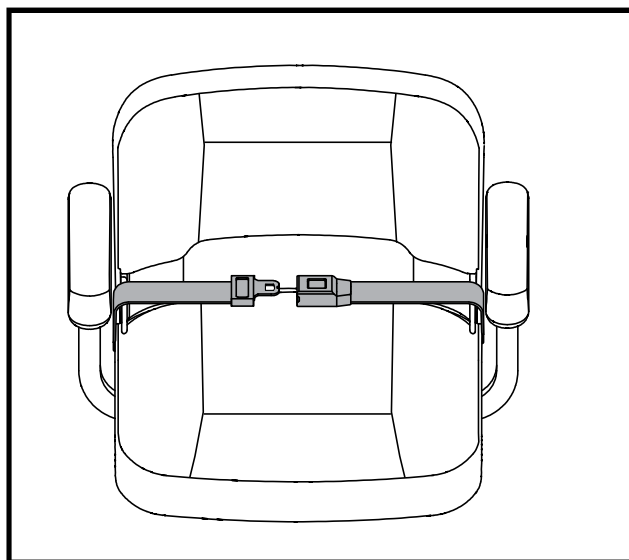

Figura 26. Cinture di sicurezza - Cintura di sicurezza con aggancio metallico
1. Inserire il gancio metallico del lato destro della cintura nella chiusura di plastica al lato opposto spingendo fino a sentire un “click”. **Vedere figura 26.**